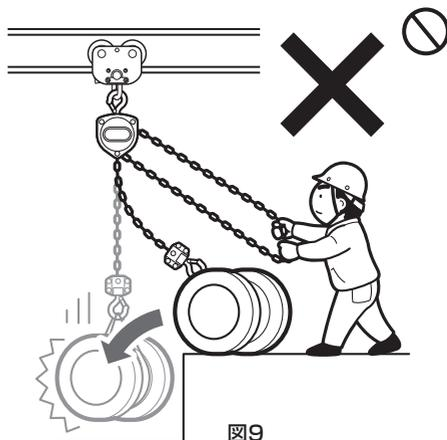
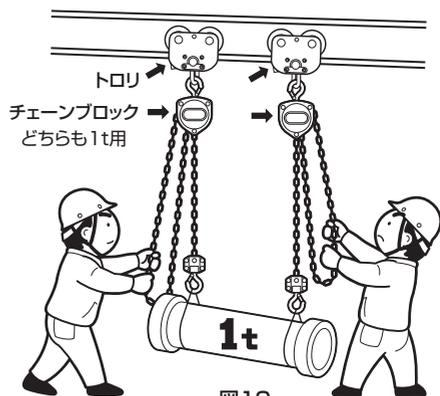

図9
図10
(7) つり荷の下や、つり荷の動く範囲に入らないでください。また人の頭上を越えて荷を運搬しないでください。
(8) 地球ぶりしないでください。
(9) 操作中は荷から気をそらさないでください。
(10) つり上げた荷を長時間放置しないでください。
(11) トロリとトロリを衝突させたり、いつもストッパに衝突させて止める設置方法は絶対に避けてください。
(12) 手鎖、つり荷を他の構造物などに引っ掛けて操作、移動させないでください。
(13) わずかな高さ・段差でも荷がガタンと落下するような衝撃荷重操作は絶対にしないでください。図9
(14) 本体に取り付けられた注意ラベルや銘板を外したり、不鮮明なまま使用しないでください。
(15) 人間の手動力以外での操作はしないでください。
(16) 本体・手鎖に砂などがたい積しないように常に清掃してください。
(17) 作業に対しトロリの手鎖揚程が十分であることを確認してください。
(18) 共つりする場合は、それぞれの1台のトロリ・チェーンブロックでその荷をつるる定格荷重のものを使用してください。図10
(19) 手鎖を拘束しないでください。（自然な状態を保つ）